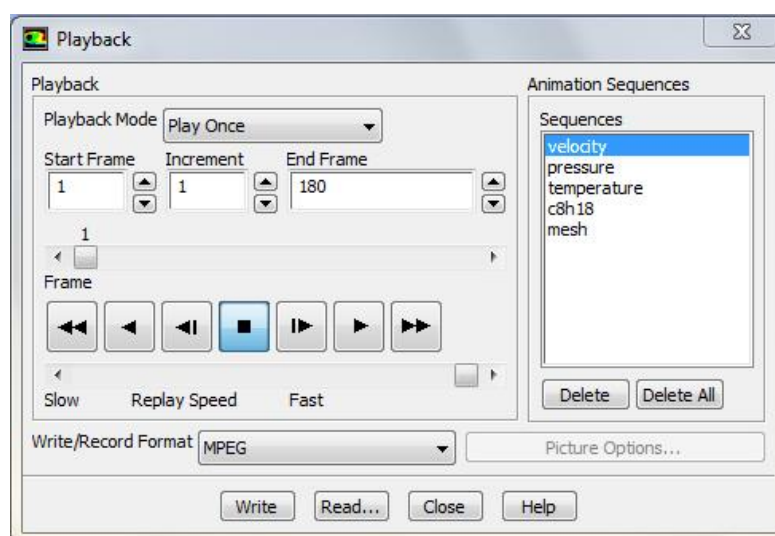

Рисунок 1.45 – Меню работы с анимацией
- б) В появившемся окне (рисунок 1.45) выбирается какой-либо термодинамический параметр, который предварительно описан в пункте 1.9, например *Velocity*.